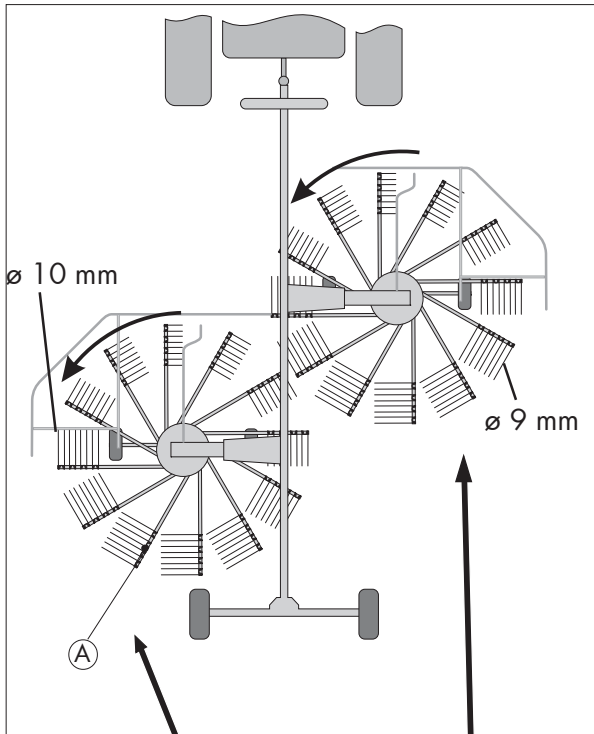

Bild 2-10
Die Zinkträger des hinteren Kreisel sind mit einem Aufkleber (A) markiert (Bild 2-10).